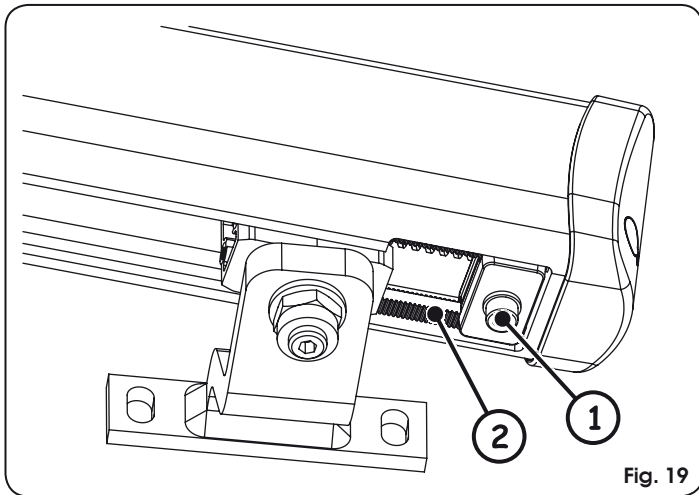

Fig. 19
**⚠ El bloqueo mecánico trabaja acoplado a un sector dentado, Fig. 19 ref. ②. Si se verifican obstáculos durante el movimiento, asegúrese de que el acoplamiento esté libre. NO EJERCITE FORZAMIENTOS.**